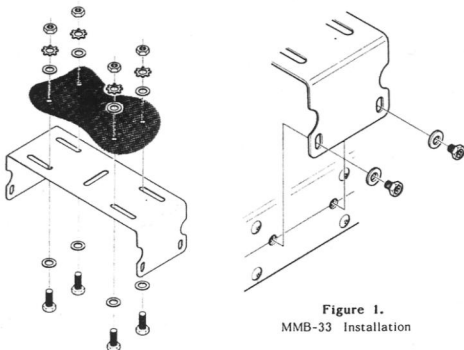

Figure 1.
- (1) Se usa la misma escuadra como plantilla para marcar los orificios de sujeción, una vez decidida la localización apropiada con suficiente espacio libre alrededor del transceptor. Se usan brocas de 4,8 mm para los orificios de sujeción de la escuadra. Se asegura ésta mediante tornillos, tuerca y arandelas servidas con la escuadra, tal como se ve en la Fig 1.